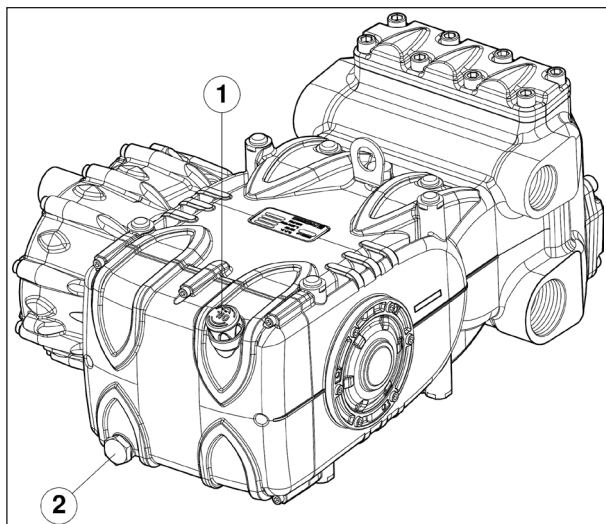

Fig. 3
Controllare il livello dell'olio, se necessario rabboccare dall'asta livello olio pos. ①, Fig. 3.
Il controllo corretto del livello dell'olio si esegue con la pompa a temperatura ambiente, il cambio dell'olio va eseguito con pompa a temperatura di lavoro rimuovendo il tappo pos. ②, Fig. 3.